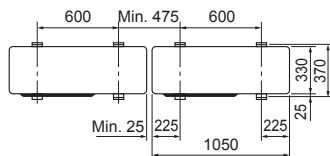

Fig. 3-1
• Upewnić się, że urządzenie jest umieszczone na solidnym, równym podłożu, chroniącym przed powstawaniem odgłosu klekotania podczas pracy. (Fig. 3-1).